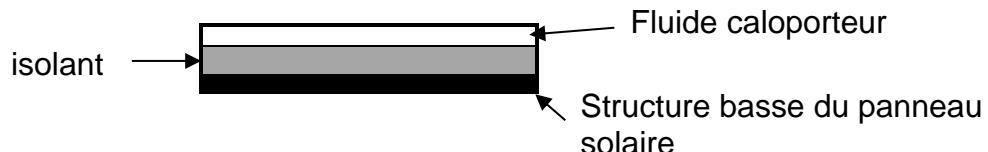

Figure 2 : Schéma de la structure du panneau solaire
Afin de limiter les pertes thermiques, le panneau solaire contient un isolant intercalé entre le fluide caloporteur, chauffé par le Soleil, et la structure basse du panneau (figure 2). Cette couche isolante est composée soit d'une résine de mélamine, soit d'une mousse de polyuréthane rigide.
- Le flux thermique à travers l'isolant a pour expression  $\Phi = \frac{\Delta\theta}{R_{th}}$  où  $\Delta\theta$  est la différence de température entre les parties supérieure et inférieure de l'isolant (figure 2).